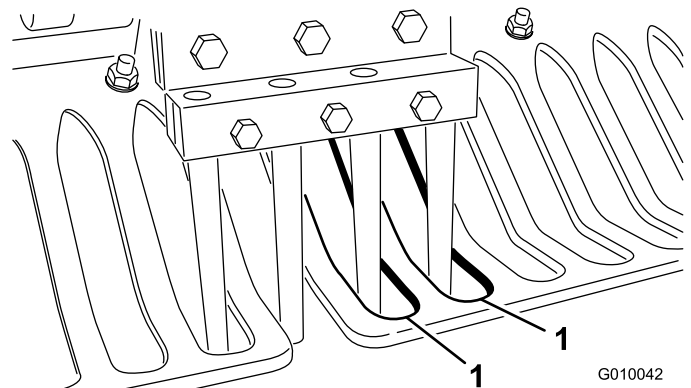

Bild 27
6. Stellen Sie sicher, dass die Stacheln mit der Mitte der Abstände in den Rasenschutzeinrichtungen ausgerichtet sind (Bild 27). Stellen Sie die Rasenschutzeinrichtungen ggf. ein und ziehen Sie die Muttern fest.